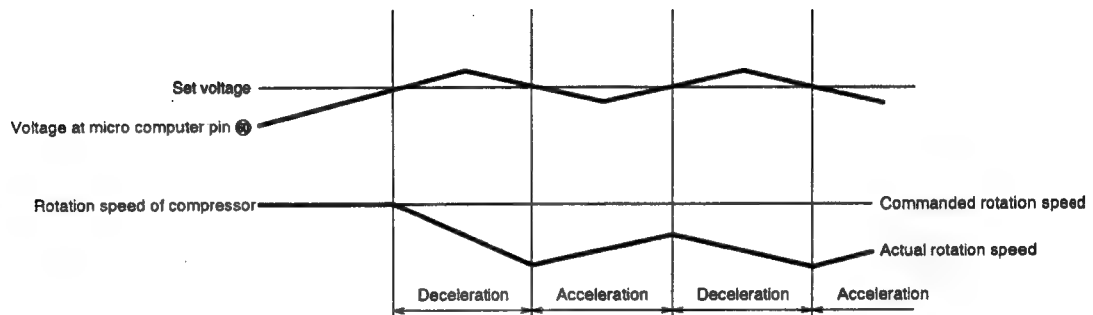

Fig. 9-7
(1) Externer Überlast-Beurteilungsschaltkreis
- Das aus R463A und C2 bestehende Filter entfernt die höheren harmonischen Komponenten aus der Spannung, die durch den zum Detektorwiderstand fließenden Strom generiert wird; R2 und C501A bilden den Durchschnitt dieser Spannung. Diese Spannung wird danach an OP1 Stift ③ eingegeben, verstärkt und an den Stift ⑥⑩ des Mikrocomputers geliefert. Der Mikrocomputer vergleicht diesen Eingang mit dem internen Einstellwert, und wenn der Eingang den Einstellwert übersteigt, schaltet er auf den Überlast-Steuerstatus.
- Abb. 9-7 zeigt die Drehzahlsteuerung. Wenn die Spannung an Stift ⑥⑩ des Mikrocomputers den Einstellwert übersteigt, senkt der Mikrocomputer die Drehzahl des Kompressors ab und reduziert die Last, unabhängig von der vom Innengerät-Mikrocomputer befohlenen Drehzahl.